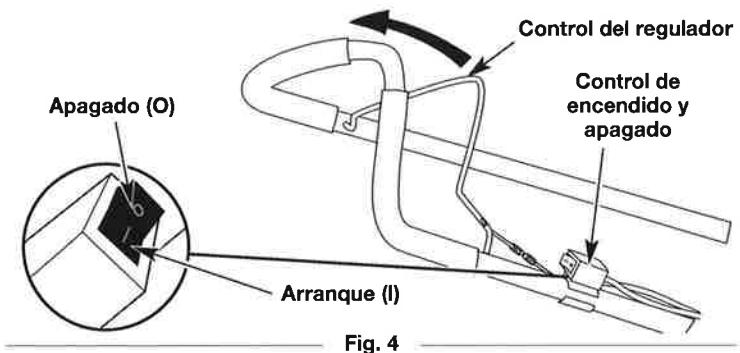

Fig. 4
- NOTA:** No hay necesidad de encender la unidad. El interruptor de Encendido/Apagado debe estar en la posición ENCENDIDO (I) en todo momento (Fig. 4).
6. **NO** oprima el control del regulador (Fig. 4). Tire de la cuerda con movimiento controlado y firme hasta que la unidad arranque.
2. Oprima y no suelte el interruptor de control de Encendido y Apagado en la posición APAGADO (O) hasta que el motor se detenga por completo (Fig. 4).